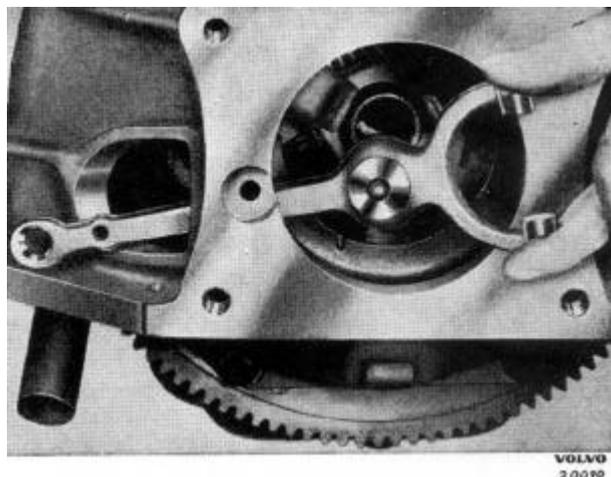

Abb. 4 Ausbau der Ausrückgabel, frühere Baureihe
2. Rückholfeder (16 Illustration) aushängen und Druckhebel (22) an der Ausrückgabel (15) aushängen.
3. Ausrücklager (6) entfernen.
5. Ausrückgabel ausbauen(15), dazu das Kugelenk mit einem 17mm-Gabelschlüssel einige Umdrehungen lockern; mit dem Schlüssel festhalten und die Arretierungsschraube herausschrauben. Ausrückgabel unter einer halben Drehung von hinten herausnehmen (s. Abb. 4).
5. Ausrückgabel umgedreht in das Schwungradgehäuse einführen und um 180 Grad drehen (s. Abb. 4). Kugelgelenk mit der Arretierungsschraube mit einem Drehmoment von 1,7 - 2,0 kpm sichern.